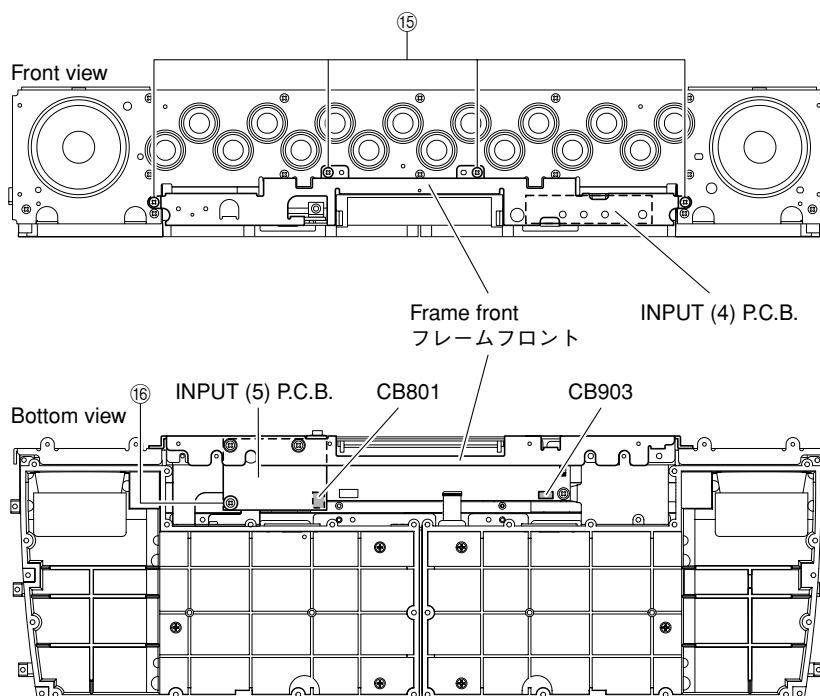

Fig. 12
- Remove 4 screws (15) and screw (16). (Fig. 12)
- Remove CB801 and CB903. (Fig. 12)
- Remove the frame front together with P.C.B.s. (Fig. 12)
- 15のネジ4本、16のネジ1本を外します。(Fig. 12)
- CB801、CB903を外します。(Fig. 12)
- フレームフロントをP.C.B.と一緒に取り外します。(Fig. 12)